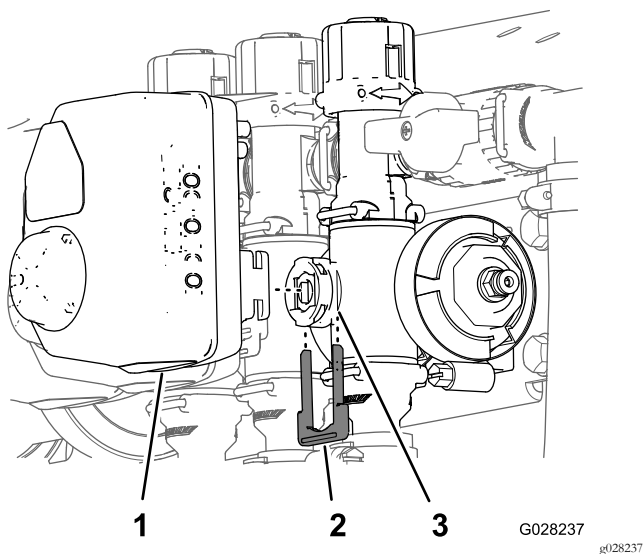

图133
3. 取下将致动器固定至喷洒率控制歧管阀、搅拌、主喷洒臂或喷洒臂段阀的卡环 图133。